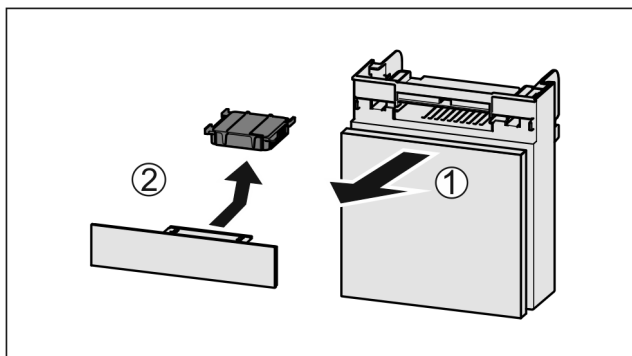

Fig. 83
- Fach nach vorne herausziehen Fig. 83 (1).
- Aktivkohlefilter entnehmen Fig. 83 (2).